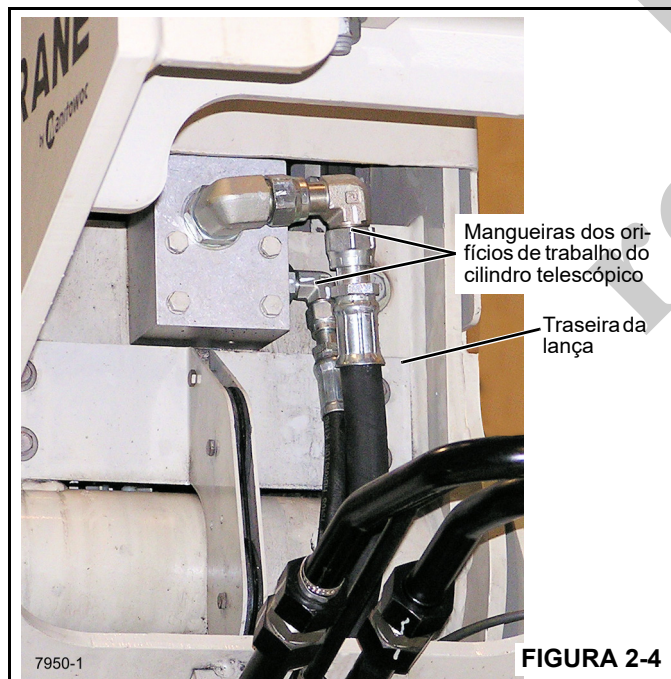

FIGURA 2-4
1. Remova as mangueiras de extensão e retração (orifício de trabalho) do cilindro telescópico (Figura 2-4) e tampe os adaptadores do telescópio.